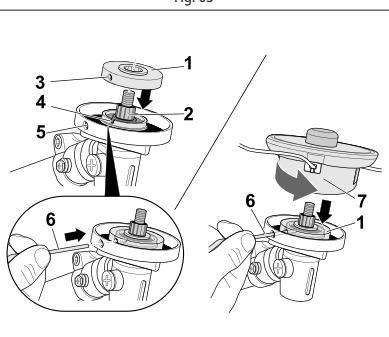

Fig. 04
- Para montar o carretel, insira o disco espaçador (1) no eixo (2), [Fig. 04].
- Em seguida use a chave Allen (6) para travar o disco (1). Insira a chave (6) no orifício (5) e a faça coincidir com o (3) e com o (4) para travar o conjunto. Em caso de alinhamento incorreto, não é possível proceder à montagem do carretel.
- Com o conjunto travado pela chave (6), insira o carretel no eixo (2) e gire no sentido anti-horário, para fixá-lo. Aperte bem para não soltar.
- Remova a chave (6) do conjunto, e a roçadeira estará pronta para ser usada com o carretel de fio de nylon.